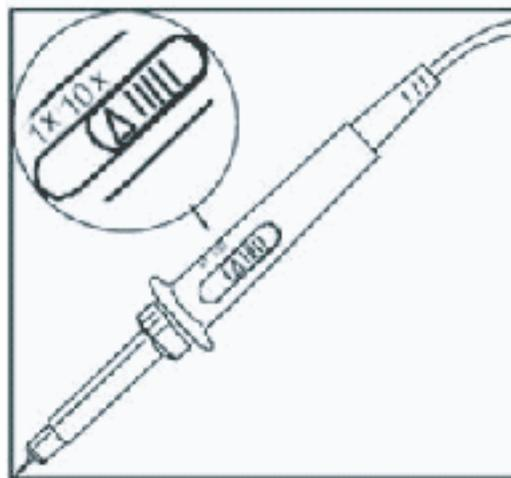

Figura 4. Ajuste de atenuação da ponta de prova.
1. Conecte a ponta de prova na entrada CH1 e selecione o seletor de atenuação da ponta de prova para 10X (ver Figura 4).